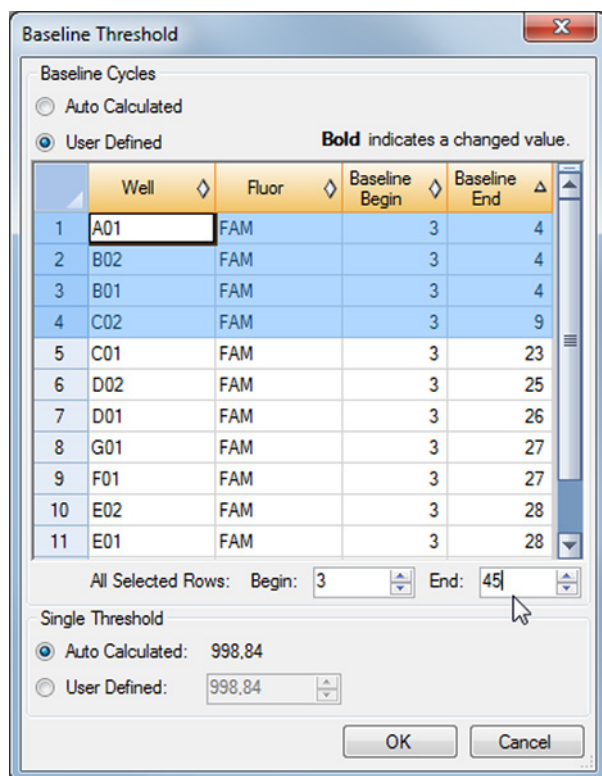

Figura 5: Caixa de diálogo Baseline Threshold (Limiar da Linha de Base)
3. Na barra de menus da janela Data Analysis (Análise de Dados), clique em **Settings** → **Baseline Threshold...** (Definições → Limiar da Linha de Base...) para abrir a caixa de diálogo Baseline Threshold (Limiar da Linha de Base) (consulte a figura 5).
5. Selecione todas as linhas que apresentam um valor **Baseline End** (Fim da Linha de Base) de 1–9 (consulte a figura 5).
6. Defina o valor no campo **End:** (Fim:) para 45 para as linhas selecionadas (consulte a figura 5).
9. Repita os passos 3–7 para o canal de detecção VIC™ (IC).